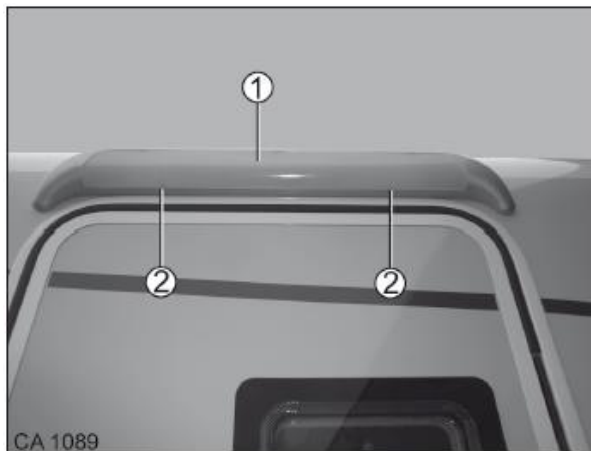

Fig. 168 Éclairage de l'auvent
1. desserrer les clips (Fig. 168/2) et enlever le recouvrement (Fig. 168/1).